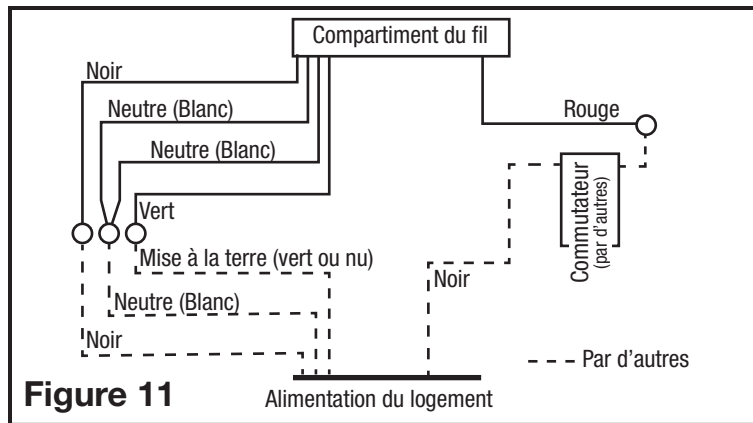

Figure 11
5. Fixez les fils électriques au logement avec une prise électrique approuvée. Pour les ventilateurs à deux vitesses, raccordés pour une ventilation continue, connectez les fils blanc du ventilateur au fil blanc (neutre) de la source d'alimentation. Connectez le fil de terre de la maison au fil vert du boîtier du ventilateur. Connectez le fil noir du ventilateur au fil noir (chaud) de la source d'alimentation. Le ventilateur fonctionnera à faible vitesse, en continu, et augmentera à haute vitesse lorsqu'un mouvement est détecté. Utilisez un interrupteur à bascule standard duplex, correctement mis à terre (comme Leviton 5224-2W, non inclus) pour relier le fil noir de la source d'alimentation à un côté de l'interrupteur du haut et du bas. Connectez le fil rouge (lumière) du boîtier du ventilateur à l'autre côté de l'interrupteur du haut. Un interrupteur à commande manuelle (non inclus) peut être utilisé pour éteindre manuellement le ventilateur (**Figure 11**).